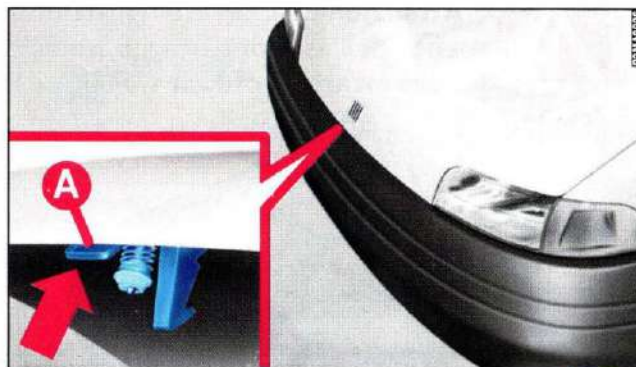

fig. 72
- 2) Premere sulla levetta **A**-fig. 72.